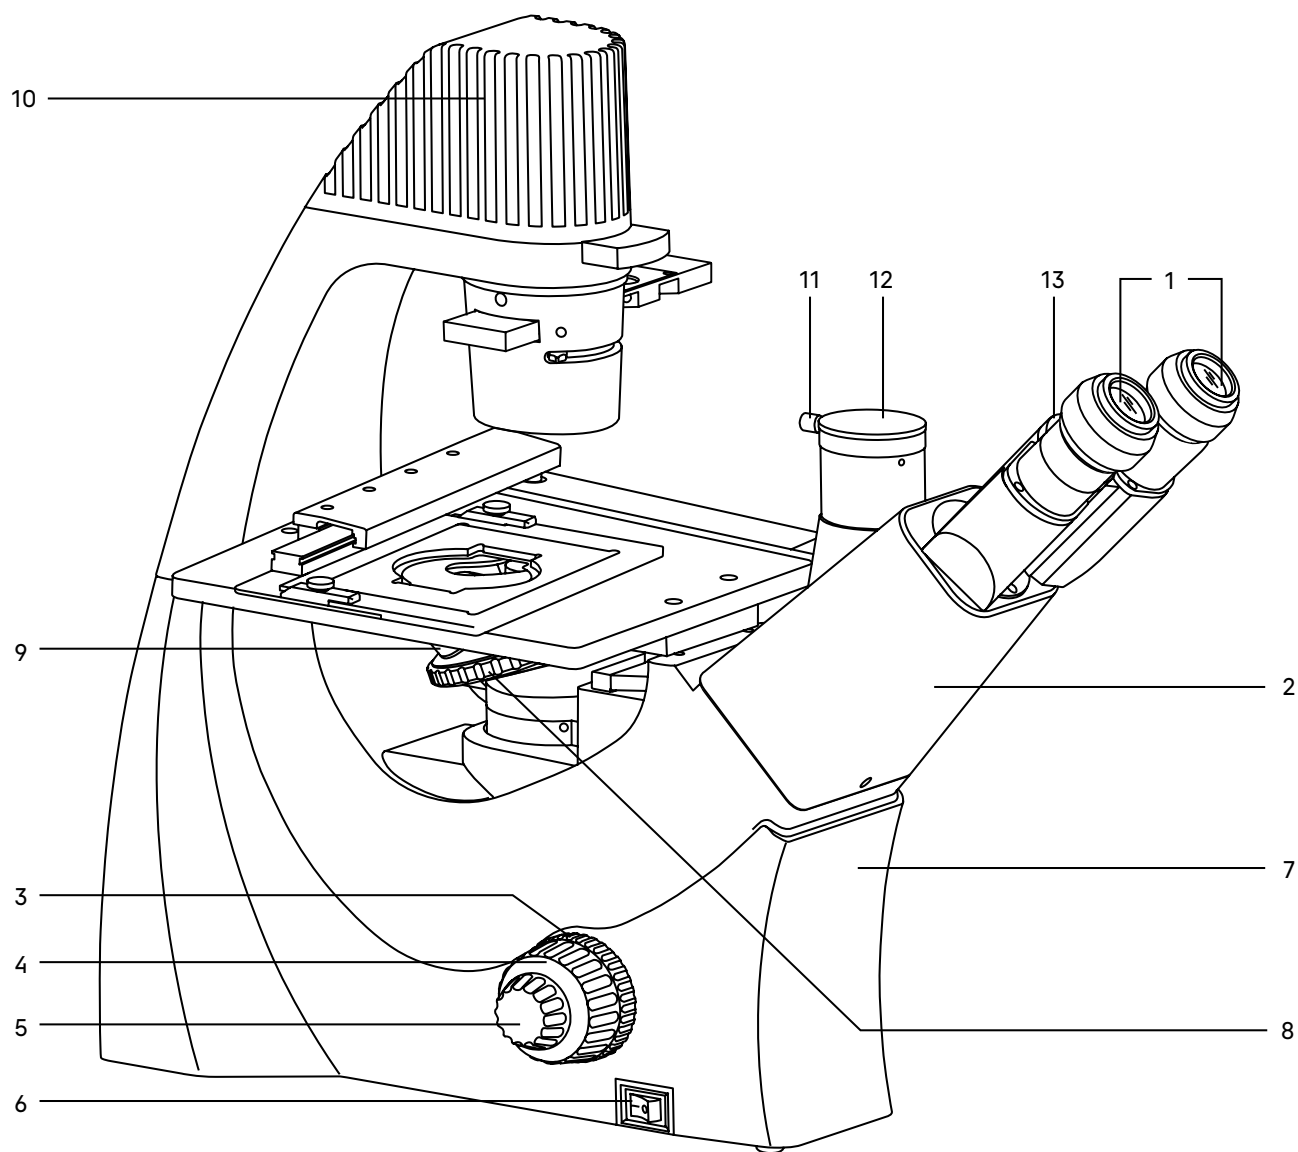
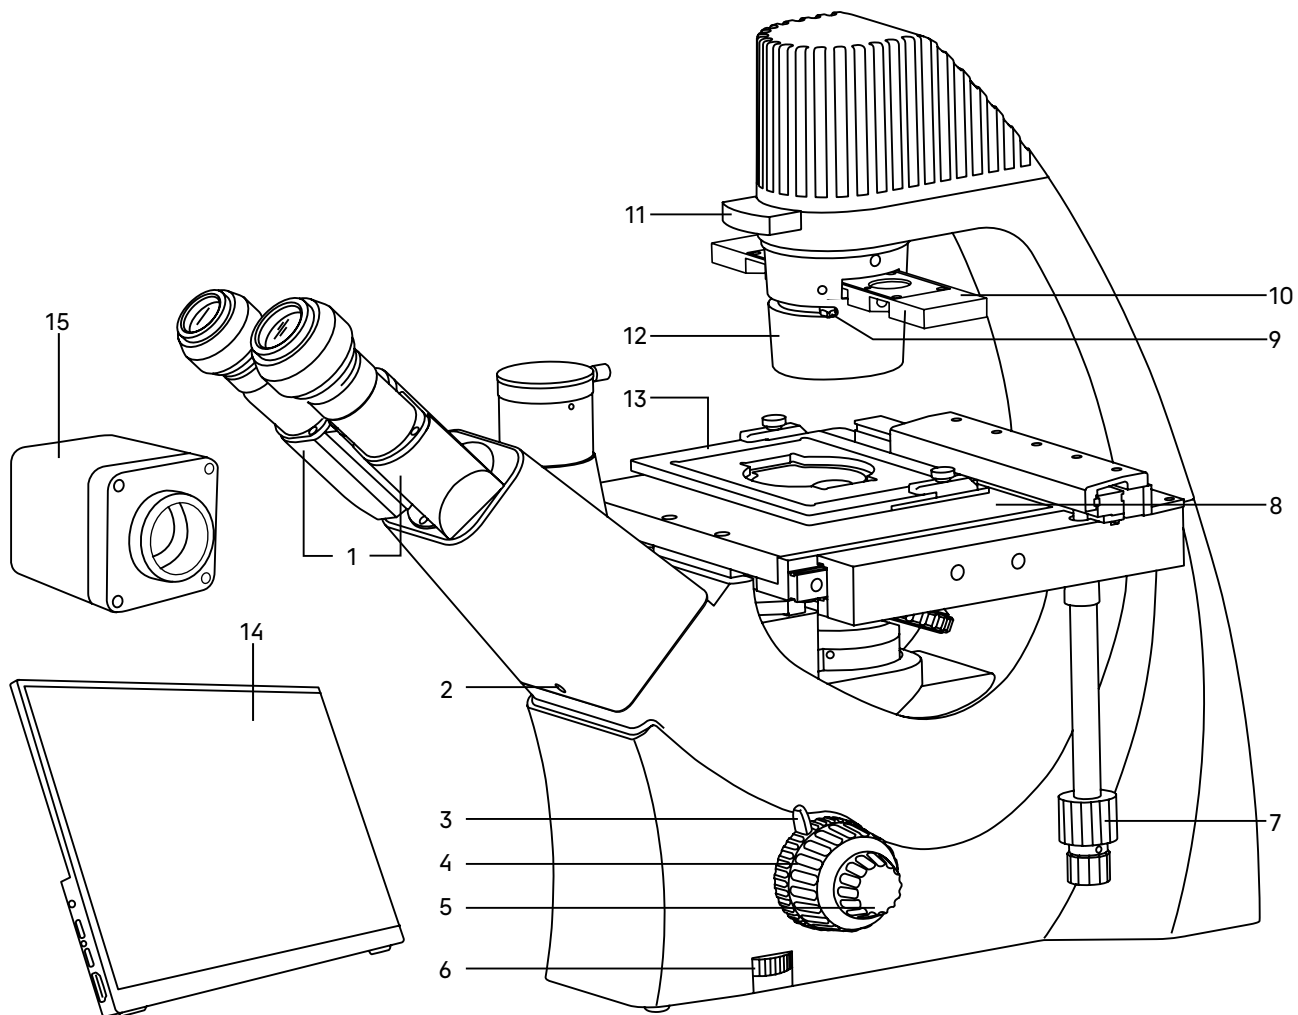

Рис. 1. Микроскоп MAGUS Bio VD300 LCD. Вид слева
Рис. 2. Микроскоп MAGUS Bio VD300 LCD. Вид справа
Общий вид микроскопа представлен на рис. 1 и 2.
Штатив имеет устойчивую эргономичную конструкцию. На штативе 7 (рис. 1) микроскопа закреплены:
- револьвер 8 (рис. 1) с объективами;
- предметный столик 8 (рис. 2);
- конденсор 12 (рис. 2);
- осветитель 10 (рис. 1);
- визуальная насадка 2 (рис. 1).
На левой боковой поверхности штатива расположен выключатель 6 (рис. 1) сетевого напряжения. В положении «—» включается, а в положении «0» выключается сетевое напряжение.
На правой боковой поверхности штатива расположен диск 6 (рис. 2) для регулировки напряжения питания источника света.
Фокусировка на объект осуществляется перемещением по высоте револьверного устройства с объективами. Грубая фокусировка производится вращением коаксиальных рукояток 4 (рис. 1, 2), расположенных по обеим сторонам штатива.
Тонкая фокусировка производится вращением рукояток 5 (рис. 1, 2), расположенных по обеим сторонам штатива. Тонкая фокусировка требуется для более точного фокусирования на объект и для подфокусировки микроскопа на резкость изображения при смене объективов и препаратов.
Механизм регулировки жесткости хода грубой фокусировки 3 (рис. 1) – кольцо между штативом и рукояткой грубой фокусировки с левой стороны. С помощью кольца регулируется жесткость хода грубой фокусировки так, чтобы жесткость была комфортной для пользователя, но при этом револьвер с объективами не опускался самопроизвольно во время работы.
Рукоятка блокировки грубой фокусировки 3 (рис. 2) расположена с правой стороны. После завершения грубой фокусировки рекомендуется перевести рычаг в крайнее положение в направлении по часовой стрелке. Таким образом закрепится положение грубой фокусировки для быстрой рефокусировки после смены препарата.
Тринокулярная визуальная насадка 2 (рис. 1) обеспечивает визуальное наблюдение изображения объекта. Насадка устанавливается в отверстие штатива 7 (рис. 1) и закрепляется винтом 2 (рис. 2).
Изменение межзрачкового расстояния в насадке осуществляется разворотом окулярных тубусов 1 (рис. 2) в пределах 48–75 мм. Значение расстояния, установленного в соответствии с глазной базой наблюдателя, отсчитывается по шкале 13 (рис. 1) на насадке.
В вертикальный тубус 12 (рис. 1) корпуса визуальной насадки (канал визуализации) с помощью переходника C-mount устанавливается камера (видеоокуляр) или система визуализации с монитором. Распределение светового потока: 50% на вертикальный тубус, 50% на окуляры.
В комплект микроскопа входят окуляры 1 (рис. 1). Окуляры имеют высокое положение выходного зрачка и предназначены для работы как в очках, так и без них.
Револьверное устройство 8 (рис. 1) обеспечивает установку четырех объективов. Смена объективов производится вращением револьверного устройства за конусную рифленую поверхность до фиксированного положения.
Объективы 9 (рис. 1) рассчитаны на механическую длину тубуса «бесконечность». Парфокальная высота объективов составляет 45 мм, линейное поле зрения в плоскости изображения – 22 мм. Объективы длиннофокусные, рассчитаны на посуду с толщиной дна 1,2 мм.
Осветитель 10 (рис. 1) неподвижно закреплен на штативе микроскопа. Источник света – яркий светодиод 9 Вт.
Важная часть осветительной системы – конденсорное устройство. Конденсор 12 (рис. 2) закреплен на штативе. Конденсор рассчитан на работу с посудой высотой до 70 мм.
Конденсор может быть использован для наблюдения по методу светлого поля и фазового контраста. В конденсоре есть слот для установки слайдера фазового контраста. Фазовый слайдер 10 (рис. 2) имеет свободное отверстие и фазовую вставку для объектива 10x.
Ирисовая апертурная диафрагма располагается под слотом для фазового слайдера. Раскрытие апертурной диафрагмы осуществляется рукояткой 9 (рис. 2). Диафрагма позволяет настроить определенную апертуру для работы с объективами светлого поля. Для достижения большей контрастности можно воспользоваться светофильтрами, входящими в комплект микроскопа. Светофильтры 11 (рис. 2) устанавливаются в верхний слот конденсора.
Предметный столик 8 (рис. 2) закреплен неподвижно на штативе. К столику прикреплено устройство, которое обеспечивает перемещение объекта в двух взаимоперпендикулярных направлениях. Перемещение осуществляется с помощью рукояток 7 (рис. 2), расположенных на одной оси. Ручка перемещения низкая, поэтому пользователь не напрягает кисть правой руки.